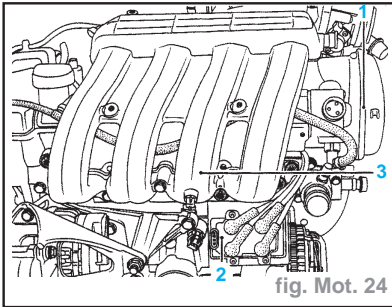
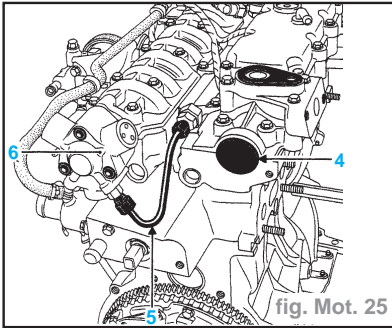

fig. Mot. 24
fig. Mot. 25
- le résonnateur d'air (1) (fig. Mot. 24),
- la bobine de faisceau d'allumage (2),
- le collecteur d'admission (3),
- le bouchon d'étanchéité de l'arbre à cames d'échappement (4) (fig. Mot. 25),
- le tuyau haute pression d'essence à l'aide de la clé à tuyauter **Mot. 1383** (5). Pour cette opération, maintenir les raccords à l'aide de clés plates (mettre en place les obturateurs de propreté),
- la pompe à carburant haute pression (6),